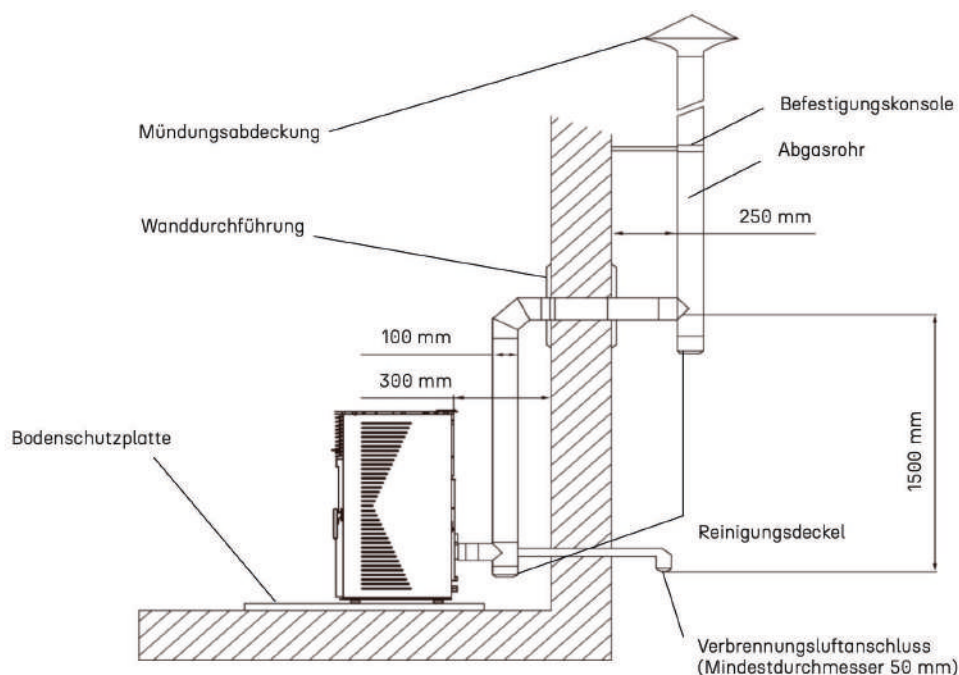

Abb. 2
5. Abbildung 2 zeigt ein Installationsbeispiel mit einem geraden Rohrstück von 1,5 m Länge im Innenbereich.